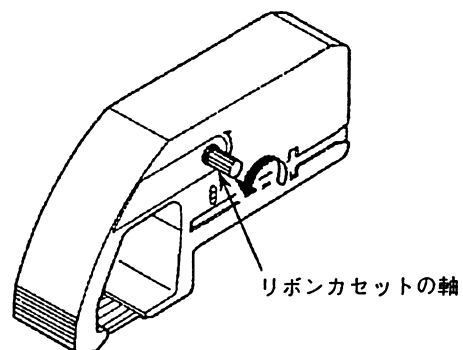

図6.1.13 リボンカセット
- 4) リボンカセットの軸を時計と逆方向に回し、リボンのたるみをなくします (図6.1.13)。
- 8) リボンカセットの軸を時計と逆方向に回し、リボンのたるみをなくします (図6.1.13)。